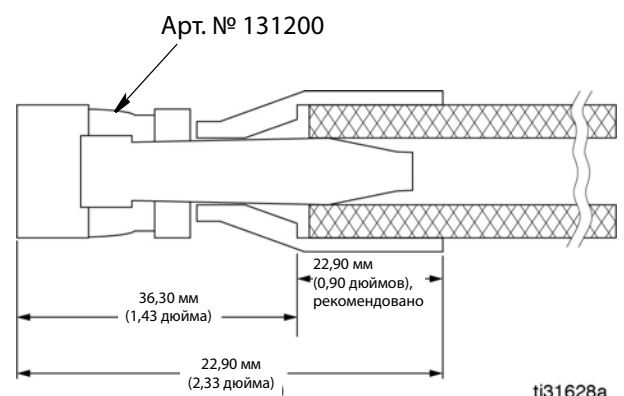

Рис.55
После определения окончательной длины шланга для монтажа установите на необжатый конец шланга многоразовый фитинг с шарнирным соединением, арт. № 131200 (включен в комплект поставки шланга) (см. Рис.55). Следуйте инструкциям по сборке главного шланга, приведенным в следующем разделе данного руководства (стр. 54).
3. Чтобы компенсировать длину втулки после установки на конце шланга, добавьте еще 36,30 мм (1,43 дюйм) к полной длине шланга (Рис.55).